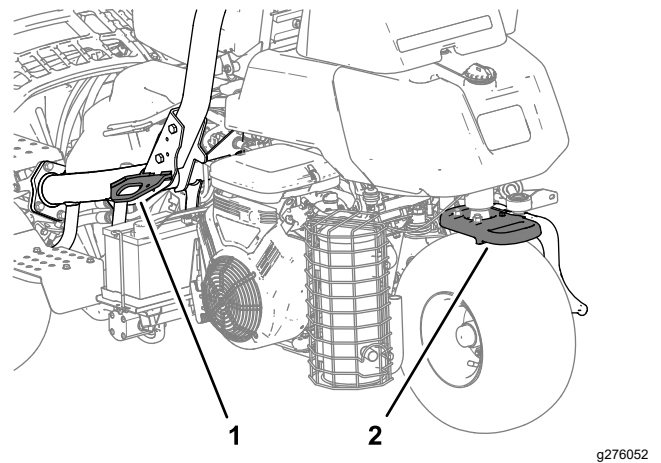

Figura 31
- Prenda a máquina de forma segura utilizando correias, correntes, cabos ou cordas. As correias frontal e traseira devem estar dirigidas para baixo e para fora da máquina (Figura 31).